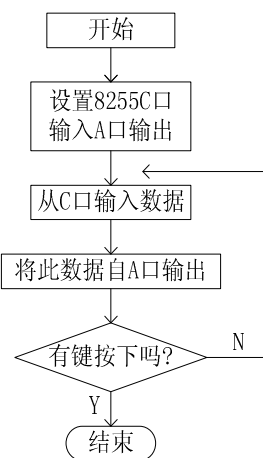
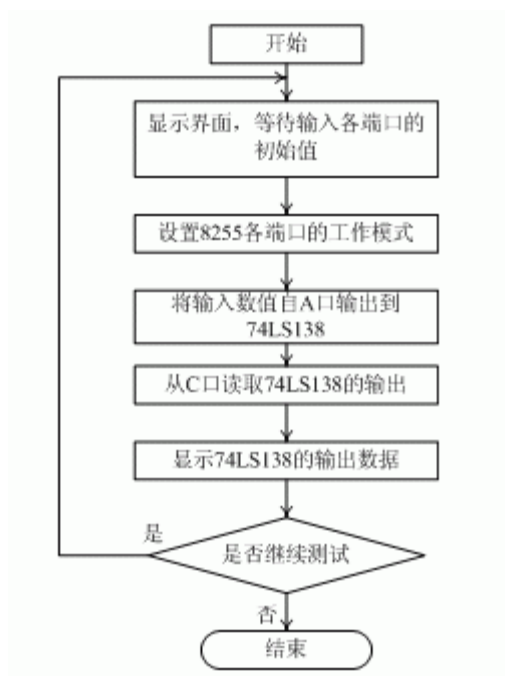

图4-2
图4-4
- 3、按图4-2连接硬件电路，以测试3-8译码器74LS138为例。
- 2、参考流程图(见图4-2、图4-4):